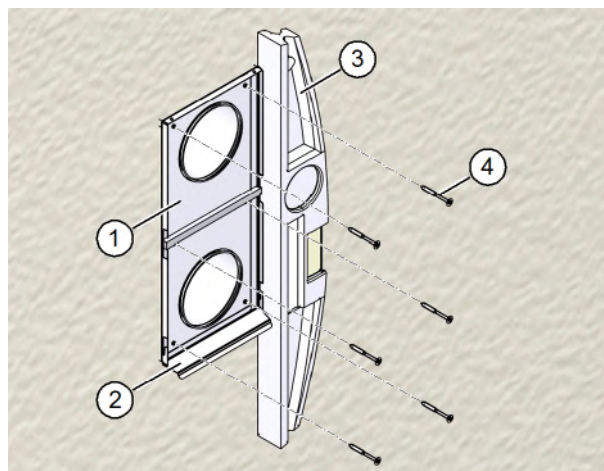

Abb. 10: Grundplatte befestigen
- ▶ Setzen Sie die Grundplatte (Pos. 1 in Abb. 10) vorsichtig und lagerichtig auf die Lüftungsrohre auf. Achten Sie darauf, dass die Dichtungen nicht beschädigt werden.
Beachten Sie, dass die Tropfnase (Pos. 2 in Abb. 10) nach unten zeigt.
- ▶ Richten Sie die Grundplatte mit einer Wasserwaage (siehe Pos. 3 in Abb. 10) lotrecht aus.
- ▶ Befestigen Sie die Grundplatte mit den sechs mitgelieferten Schrauben (Pos. 4 in Abb. 10).